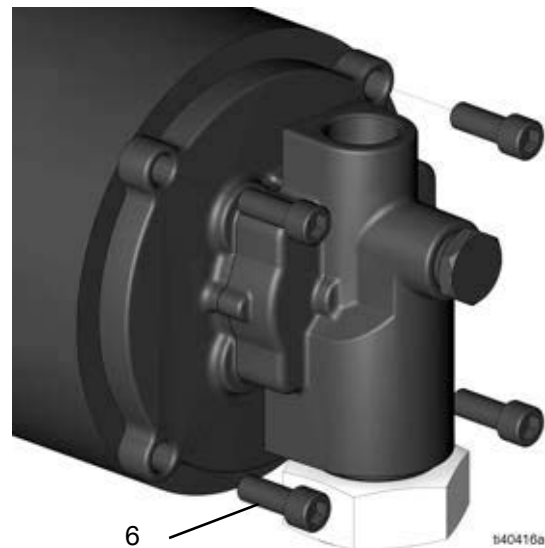

FIG. 3
5. Retirez les quatre vis Allen (6) à l'aide d'une clé hexagonale de 8 mm (FIG. 3).
- Placez et serrez les quatre vis Allen (6) à l'aide d'une clé hexagonale de 8 mm (couple de serrage de 27,1 N•m) (FIG. 3).